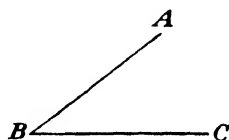

Fig. 132.
4. Given  $\angle ABC$  in Fig. 132.